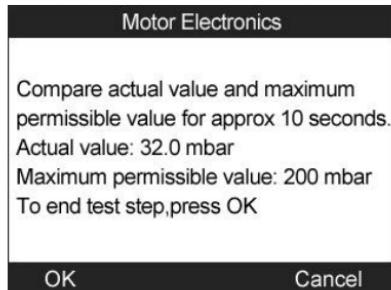

Figura 13.44
- e) Compruebe la contrapresi ón de escape con el motor funcionando a la velocidad de desconexi ón. El instrumento leer á el valor real de la contrapresi ón y lo comparar á con el l ímite superior. (Figura 13.44) Seleccione **OK** para finalizar la prueba o **Cancelar** para volver al men ú anterior.